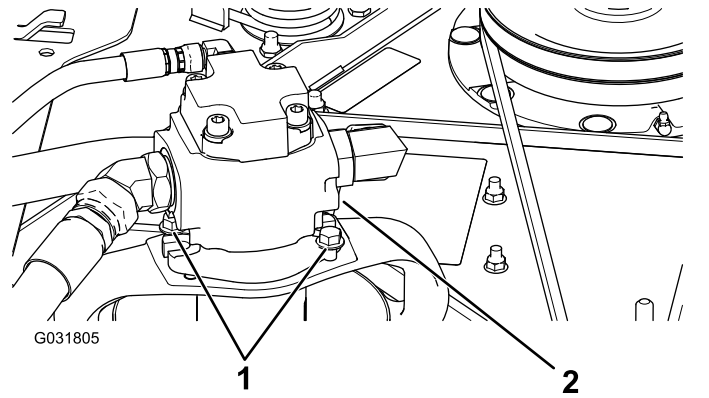

Figura 128
5. Retire los pernos que sujetan el motor hidráulico a la carcasa del cortacésped (Figura 128).
3. Retire los pernos que sujetan el motor hidráulico a la carcasa del cortacésped (Figura 128).